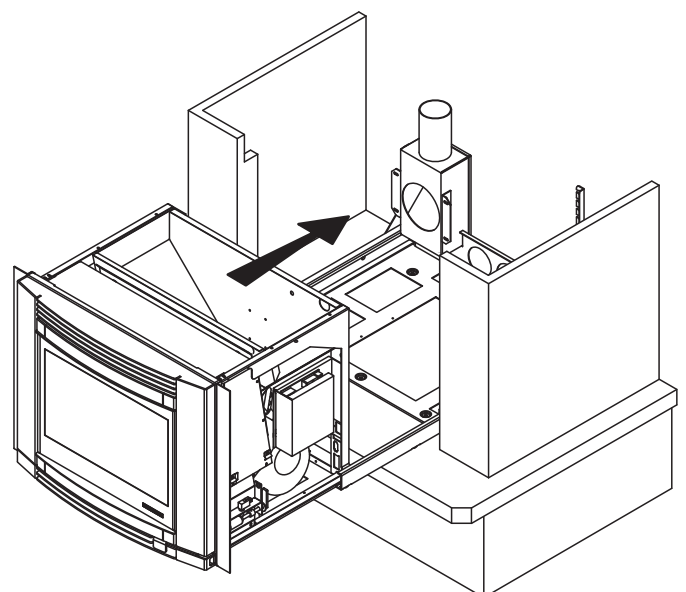

Fig. 6.1.9
- 3) Die Teleskopschienen wieder montieren und den Ofen wieder in den Sockel setzen (Abb. 6.1.9).